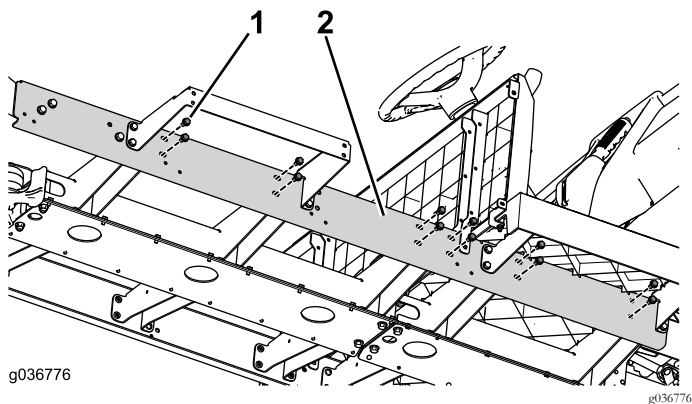

Figura 80
3. Instale as ferragens restantes do canal (Figura 80).